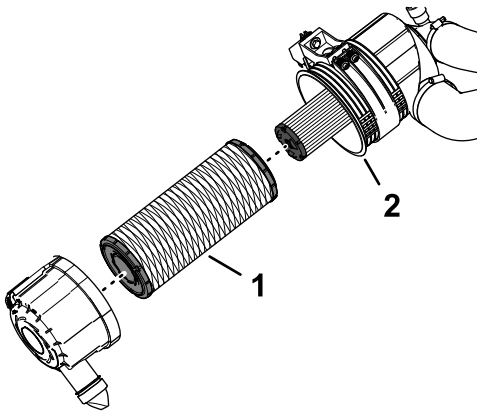

Figura 120
- Îndepărtați elementul de filtrare al filtrului primar (Figura 120).